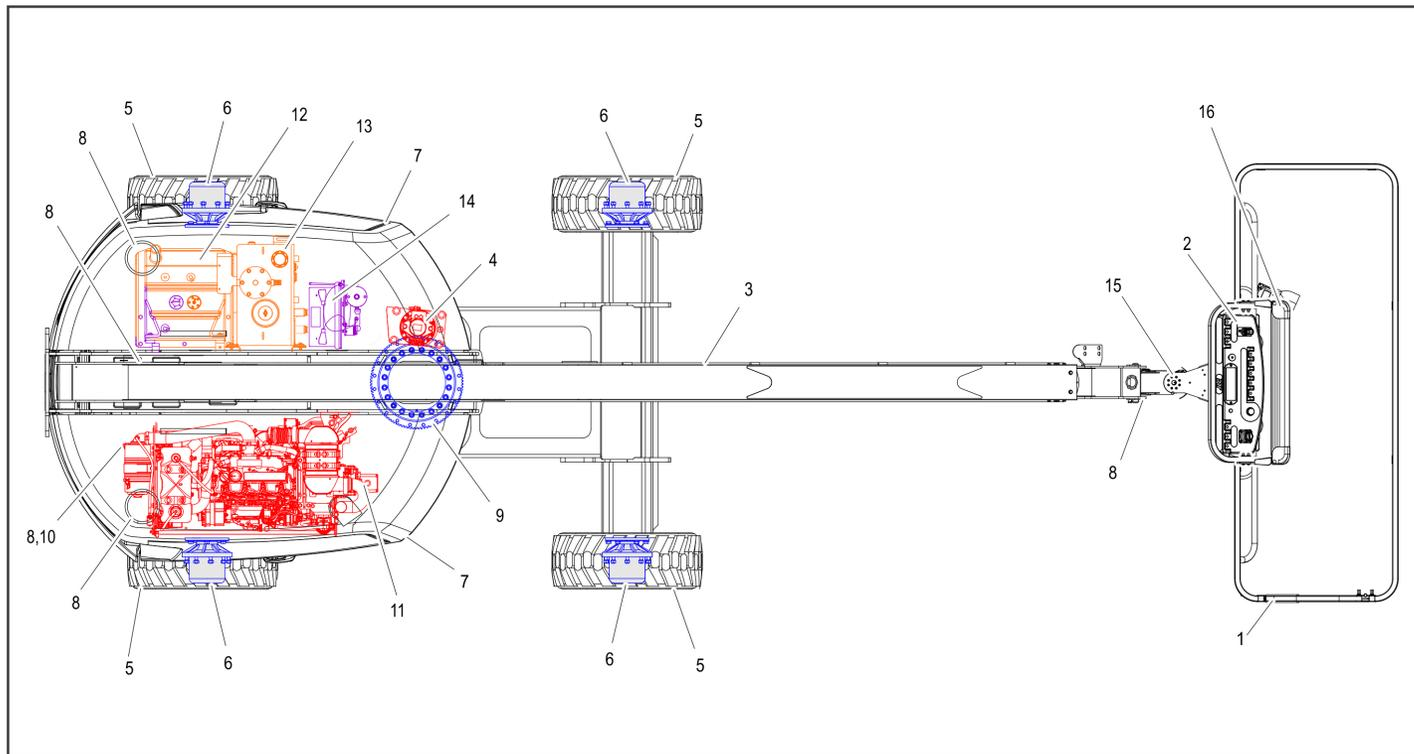

Figure 2-2. Ronde d'inspection quotidienne – Fiche 1 de 3
5. **Ronde d'inspection** – Voir la Figure 2-2.